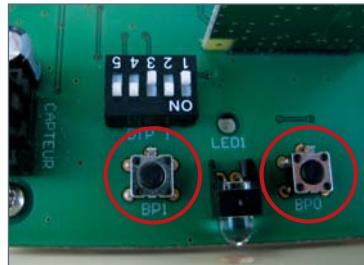

fig.2 - Sun™ & Confort™
- repérer le bouton poussoir 1 (BP1) sur la carte de la centrale de détection (fig.2)
- repérer les boutons poussoirs BP1 et BPO (fig.2)
- repérer le bouton poussoir BPO sur la carte électronique de Confort™ (fig.2)
- attendre une minute et appuyer sur le BPO de votre centrale de détection (fig.2)